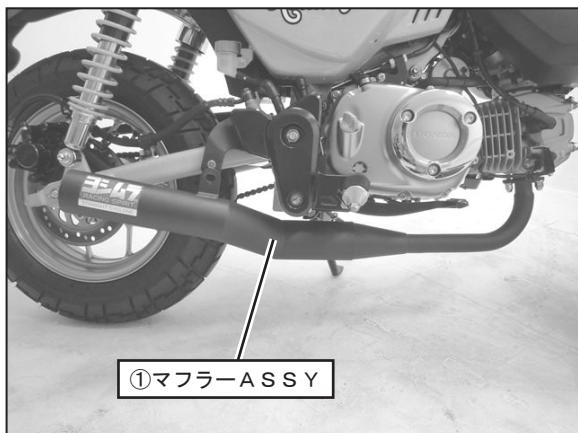

FIG. 4
5. 純正エキゾーストガスケットを新品に交換し、①マフラーASSYをエンジンの排気ポート部に純正ナットを使用して仮締めして下さい。 (FIG. 4, 5 参照)